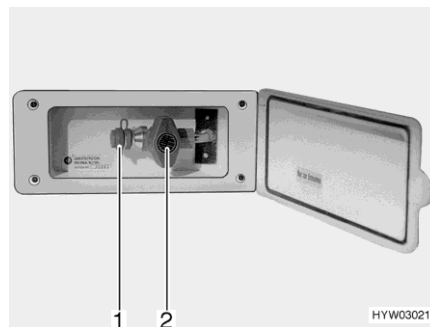

Fig. 193 Toma exterior de gas (válvula de paso de gas cerrada)
- Conectar el aparato de gas externo en el punto de conexión (Fig. 193,1).
- Abrir la válvula de paso de gas (Fig. 193,2).